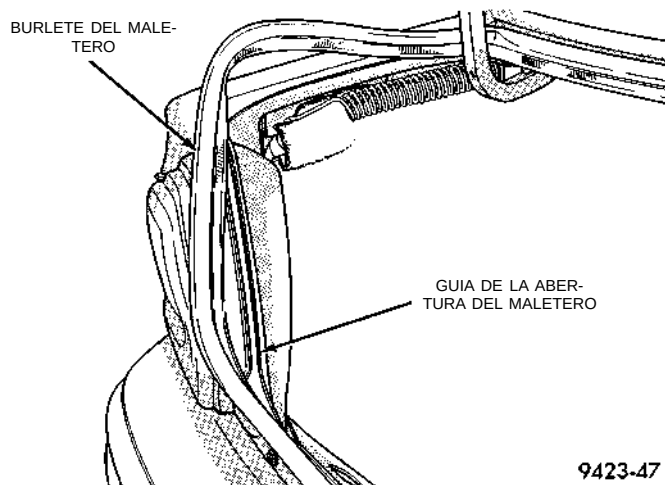

Fig. 74 Burlete del maletero
- (1) Suelte el pestillo de la tapa del maletero y ábrala.
- (2) Extraiga el burlete de la tapa del maletero de la guía de la abertura del maletero (Fig. 74).
- (3) Separe el burlete del vehículo.